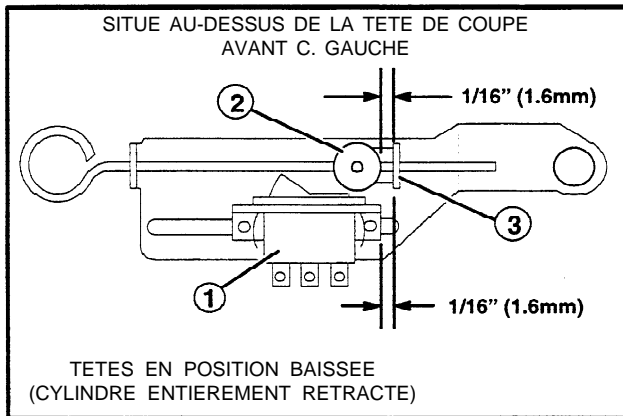

Figure 23
La synchronisation de soulèvement et d'abaissement de la tête de coupe est commandée par les interrupteurs de commande de séquence et de fin de course. L'interrupteur de commande de la séquence, situé au-dessus de la tête de coupe antérieure côté gauche (voir fig. 23) permet l'écoulement de l'huile hydraulique vers le cylindre de soulèvement postérieur. Ceci permet d'établir une bonne synchronisation pour le soulèvement et l'abaissement entre les têtes antérieures et la tête postérieure. Ces interrupteurs de fin de course, situés au-dessus de la tête de coupe postérieure (voir fig. 23), coupent le débit d'huile lors de l'extension ou de la rétraction maximale du cylindre postérieur.
1. Les têtes de coupe étant baissées et les cylindres entièrement rétractés, vérifiez la présence d'un écart de 1,6 mm (1/16") entre la came et l'oreille et la même direction entre le support d'interrupteur et l'oreille (voir fig. 23).